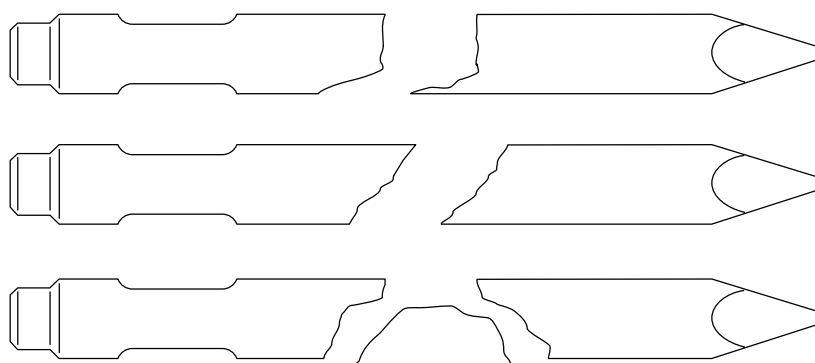
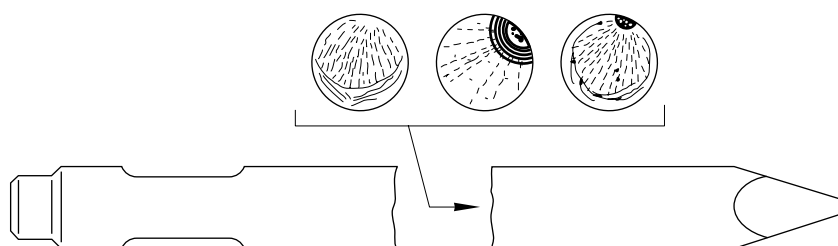
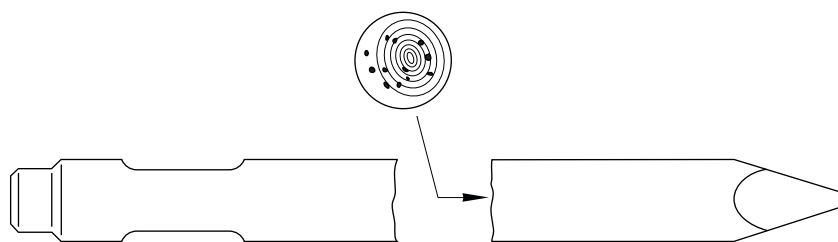

рис. 6
рис. 7
рис. 8
■ Поломка вне хвостовика (рис. 6, 7 и 8)
Поломка изделия вне верхней части пики, как показано на рис. 6, может произойти из-за чрезмерной нагрузки, приложенной к инструменту. Такой изгиб от нагрузки происходит, когда инструмент внедрен в материал и его дергают или толкают, или когда инструмент установлен не перпендикулярно к поверхности разрушаемого материала. Поломка из-за усталости металла рис.7, развивается в области мест начала поломки, вызванной концентрацией напряжения, следующей из-за чрезмерной нагрузки, и затем быстро распространяется дальше. Такой тип поломки может также произойти из-за задиоров инструмента во время использования. Так как поломки, происходящие вне хвостовика вызваны неправильными рабочими приемами, как объяснено выше. Изделия, подвергающиеся таким дефектам, не заменяются по гарантии. Однако если точка начала перелома происходит внутри тела инструмента как показано на рис. 8, изделия будут заменены по гарантии, так как поломка указывает на дефект материала.